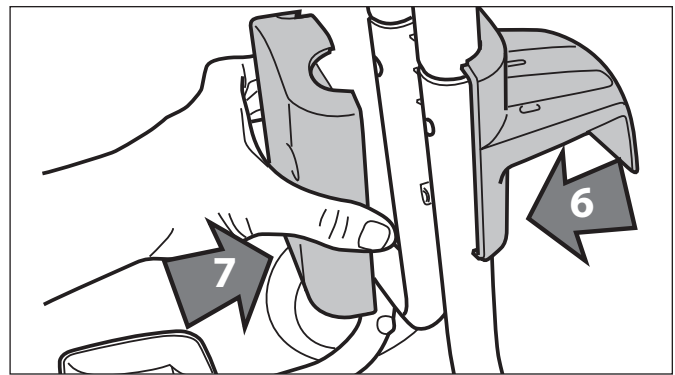
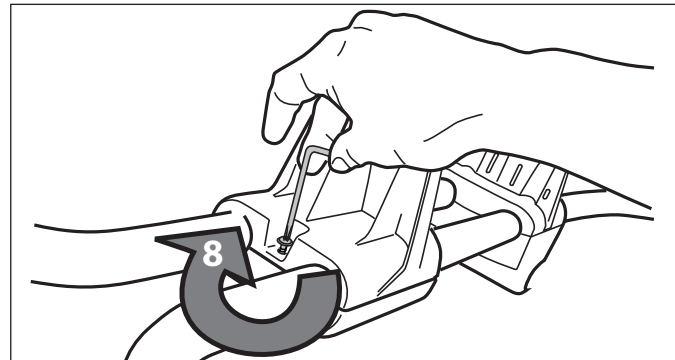

Figura 6. Coloque los soportes inferiores
Figura 7. Asegure los soportes inferiores
5. Coloque el soporte del cable de corriente abajo como se muestra en la Figura 6. Coloque la placa del soporte del cable frente al soporte del cable de energía. Asegurelo mediante un tornillo y apriete con la llave Torx. Vea la Figura 7.